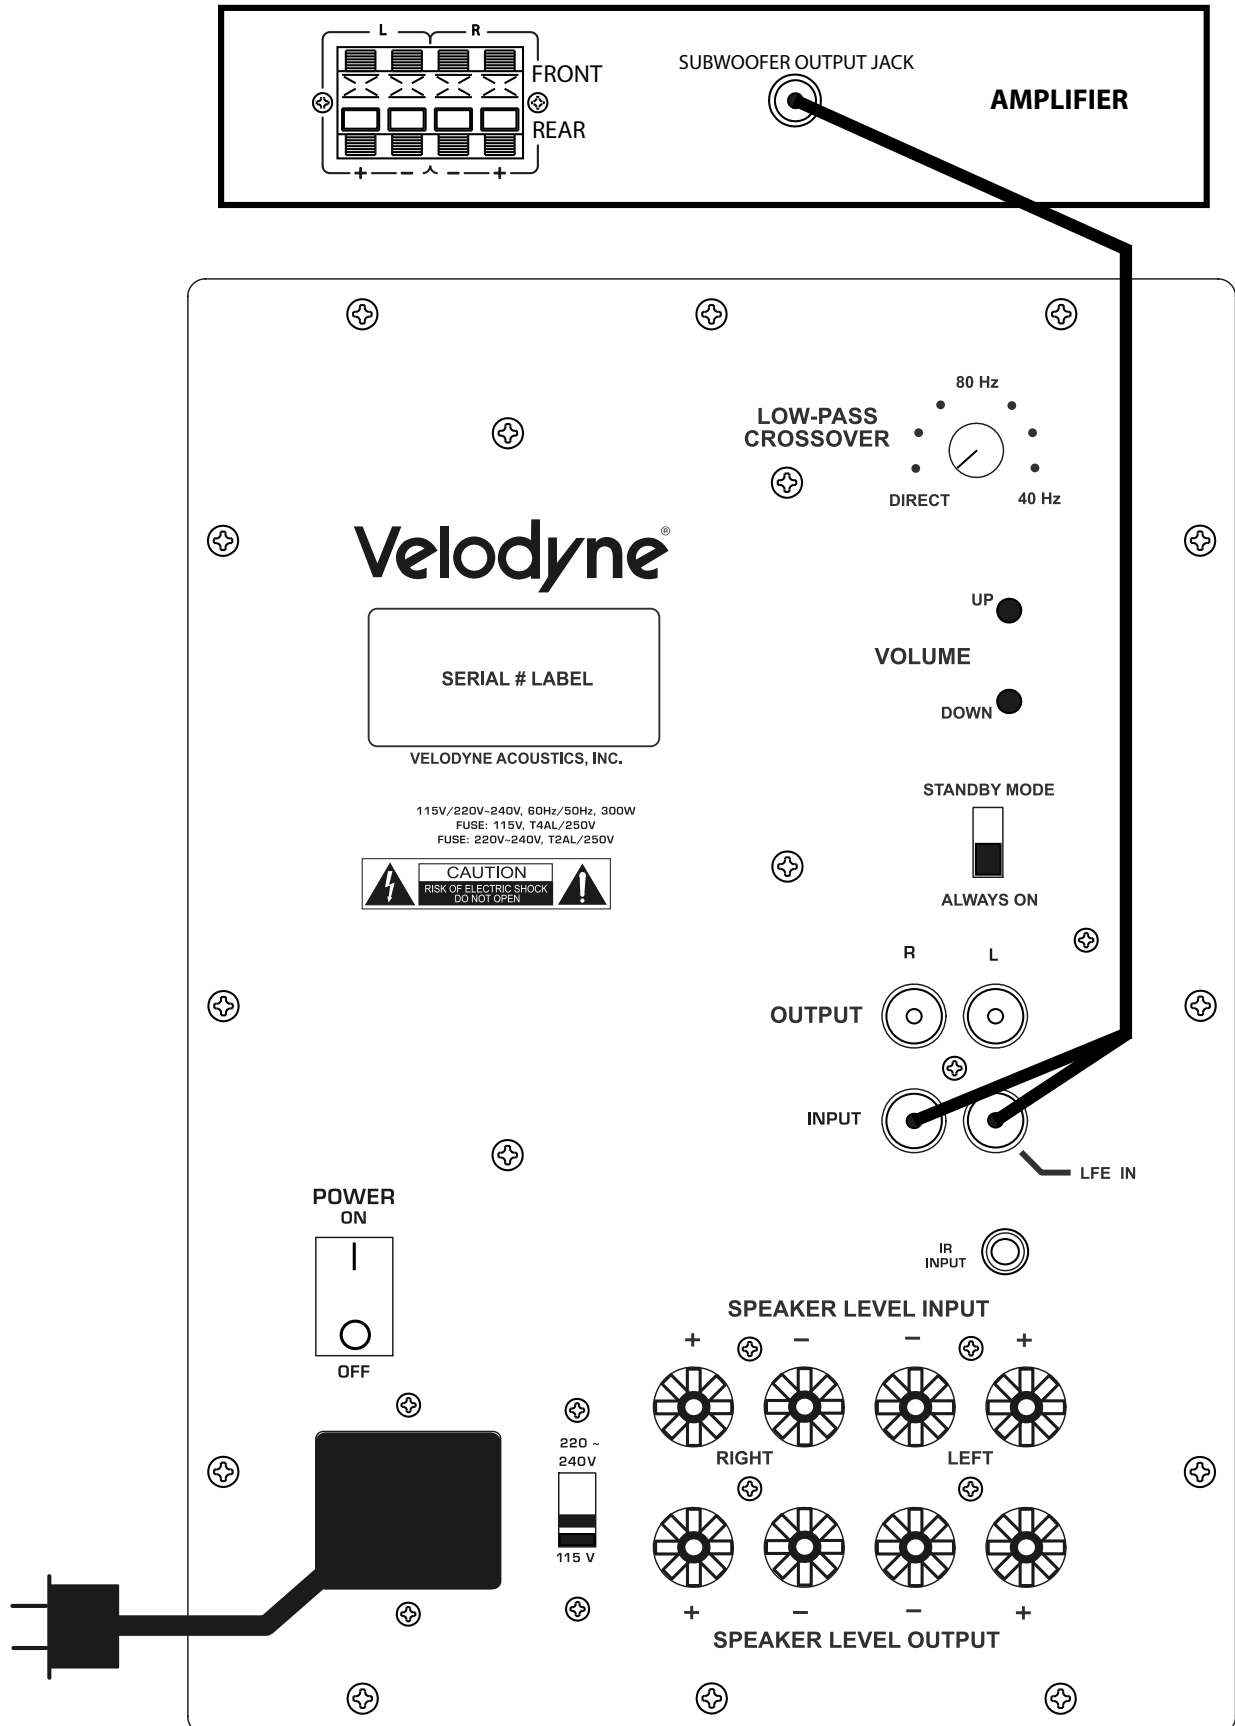
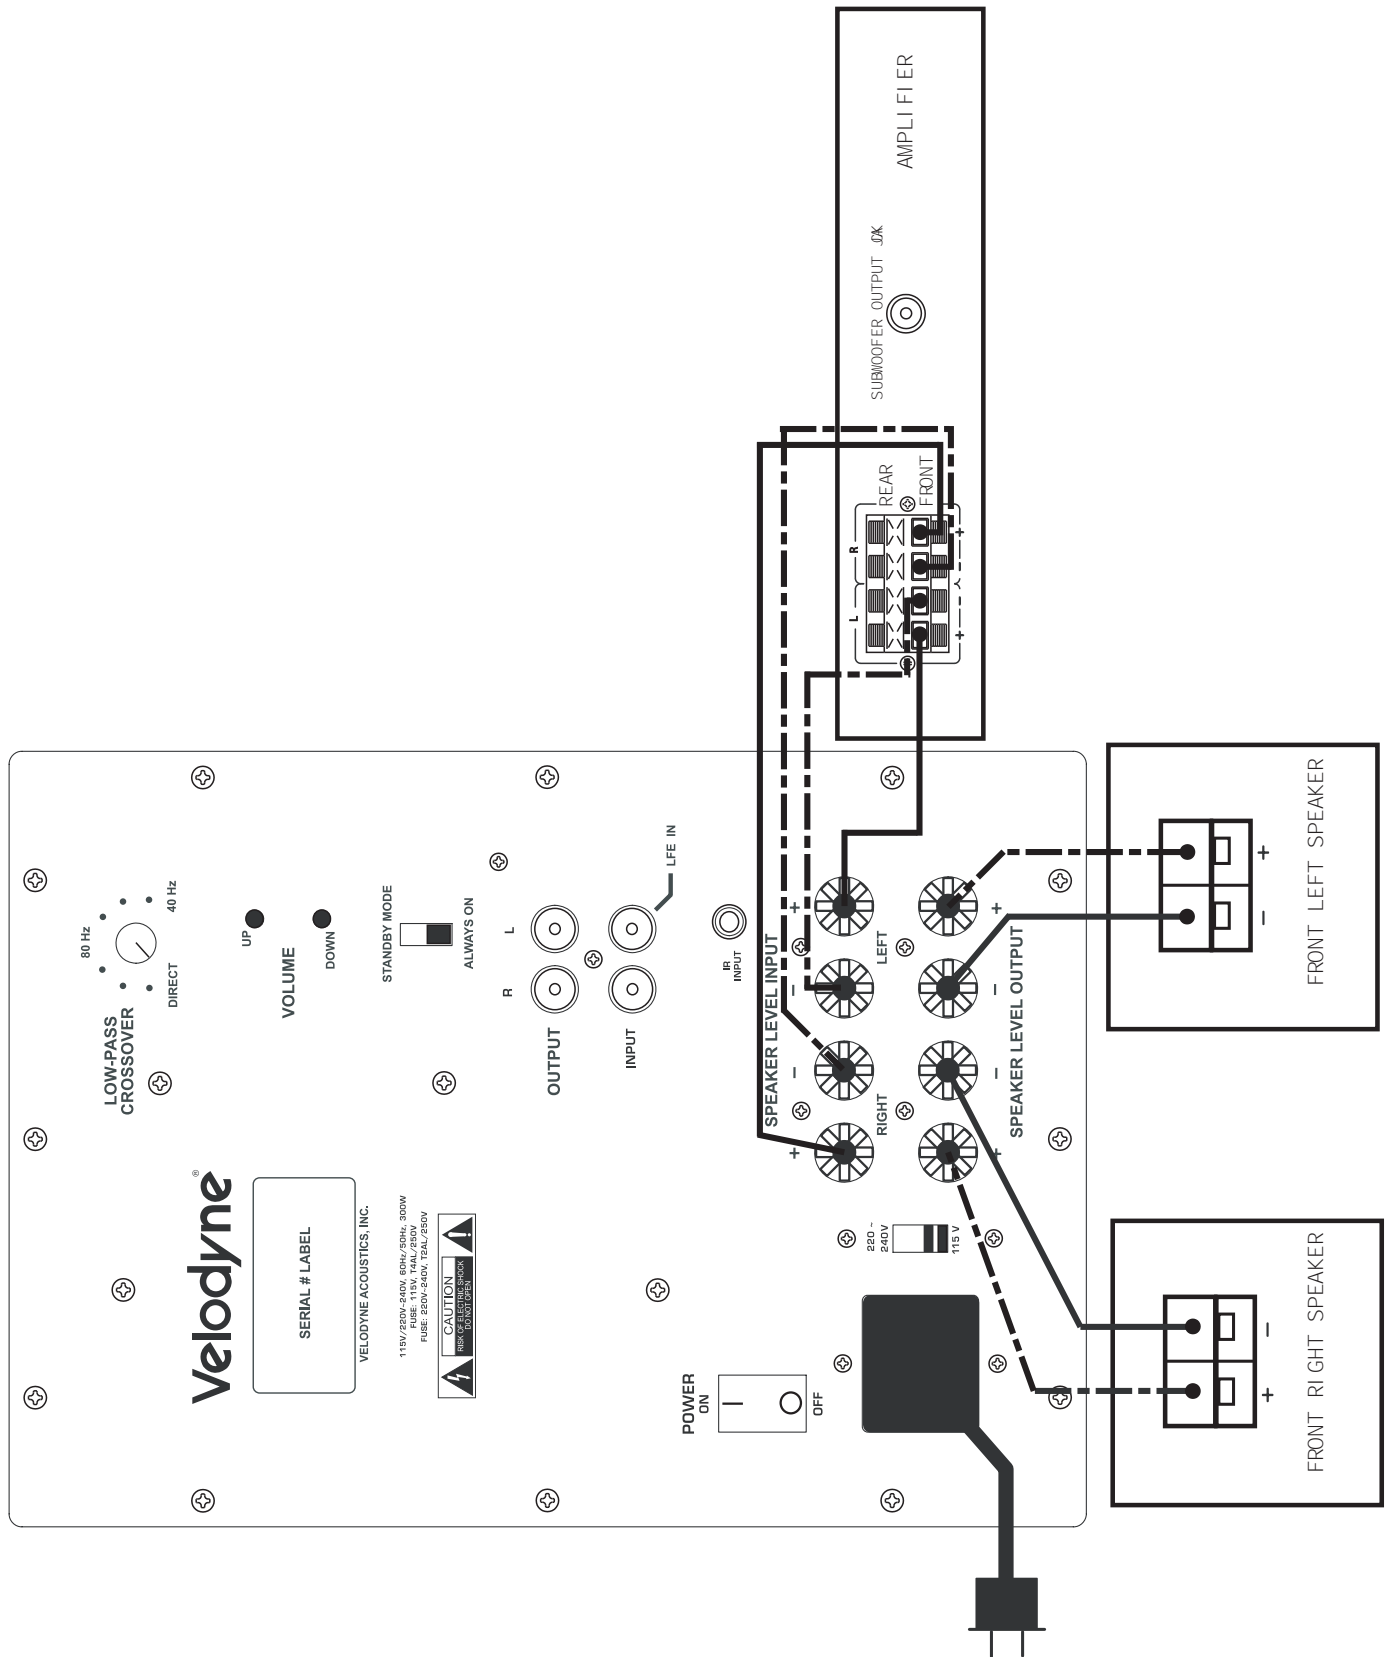

Figure 4. Schéma de connexion de niveau de ligne du caisson d'extrêmes graves.
Figure 5. Schéma de connexion de niveau de haut-parleur du caisson d'extrêmes graves.
- 1) Lors de l'utilisation des prises de niveau de ligne, LES ENTRÉES DROITE ET GAUCHE DOIVENT TOUJOURS ÊTRE UTILISÉES - ne jamais utiliser uniquement l'entrée gauche ou droite. Lors de l'utilisation des connexions de niveau de ligne d'un préamplificateur ou d'un processeur de signal, utilisez les entrées Gauche et Droite du processeur ou du préamplificateur et raccordez-les aux entrées Gauche et Droite du caisson d'extrêmes graves. (Voir la figure 4 à la page 11.)
- 2) Lors de l'utilisation d'un récepteur avec sortie LFE, assurez-vous que le canal LFE transmet un signal suffisant au caisson d'extrêmes graves. Le réglage de volume par défaut du caisson d'extrêmes graves est de 30 sur une échelle de 1 à 80 (environ 1/3 du volume). Réglez la voie LFE de votre récepteur ou processeur pour obtenir la sortie voulue des graves. Consultez le manuel d'utilisation du récepteur ou du processeur pour obtenir de plus amples informations. (Voir la figure 5 à la page 12.)
**(Consulter la Figure 4 Schéma de connexion de niveau de ligne du caisson d'extrêmes graves et la Figure 5 Schéma de connexion de niveau de haut-parleur du caisson d'extrêmes graves, pages 11 et 12 pour les schémas de connexion.)**